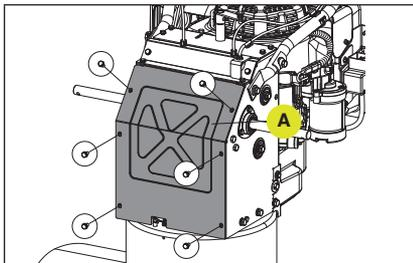

Figure 66
3. Retirez le couvercle du châssis de la base (A) de la partie inférieure de la souffleuse à neige en enlevant les six boulons M6 × 12. (Fig. 66)